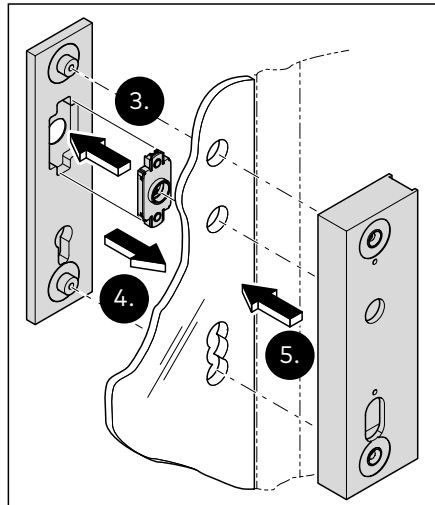

Abb. 14 Die Schlosstasche und die Anschraubplatte anbringen
3. Die Drückerrossette in die Anschraubplatte setzen (Abb. 14).